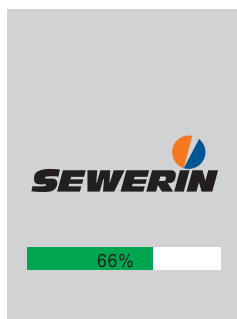

Fig. 10 : Écran de démarrage
1. Appuyez sur la touche Marche/Arrêt jusqu'à ce que l'écran de démarrage s'affiche (fig. 10).